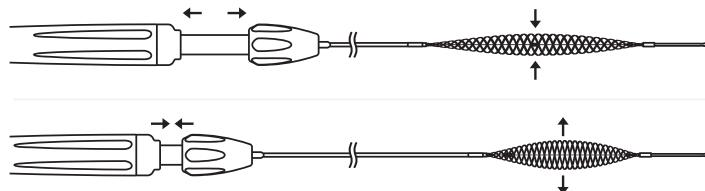

Figura 2: attivazione del manipolo
- Verificare il corretto funzionamento di Cascade azionando il manipolo e verificando che il diametro della rete intrecciata cambi (vedere la figura 2).